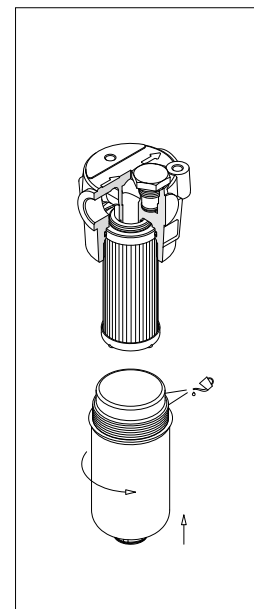

fig. 8
- (Fig. 8) Lubrificare il filetto del contenitore, quindi avvitare il contenitore facendo riferimento alla tabella delle coppie di serraggio al paragrafo 3